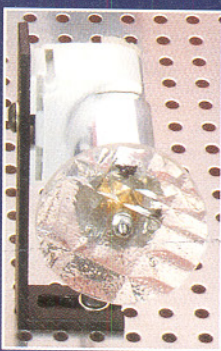
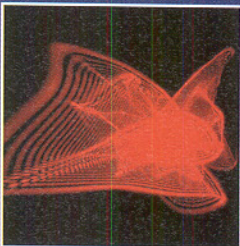

Bild 11: Getriebemotor zur Aufnahme von Gittereffekten oder Kathedralglasfolien (Schlierenmuster)
Bild 12: Interferenzmuster zur Erzeugung von Schlierenmustern
- Gittereffekte zur Erzeugung von Linien- und Kreuz-Raumeffekten (Bild 9). Die Effekte können wahlweise in einen Effekthalter (Bild 10) eingebaut oder an einen langsam drehenden Motor angebaut werden (Bild 11).
- Interferenzmuster zur Erzeugung von Schlierenmustern (Bild 12). Bewegung durch Getriebemotor (Bild 11).